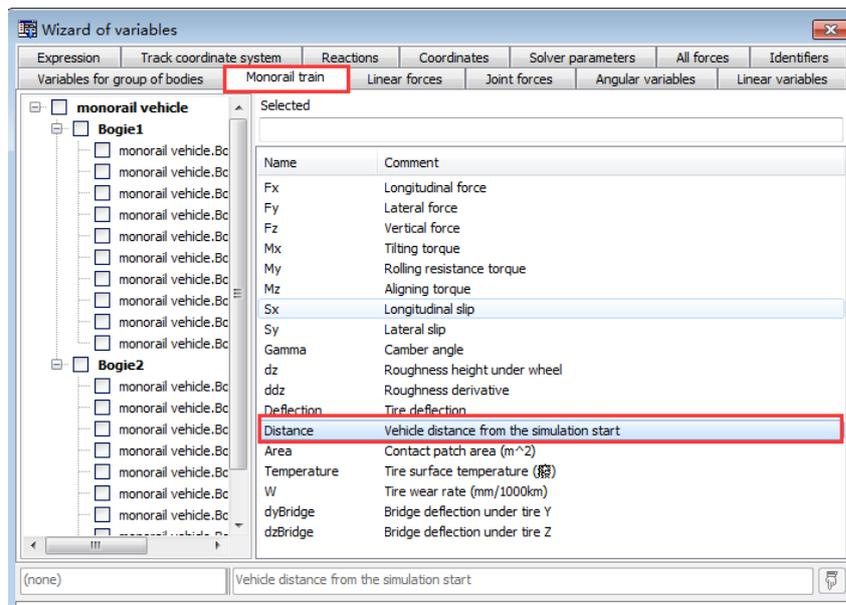

图 008-4 单轨车辆 Distance 位置
- 2、对于单轨车辆模型，该 Distance 变量位于 **Monorail train** 下，如图 008-4；